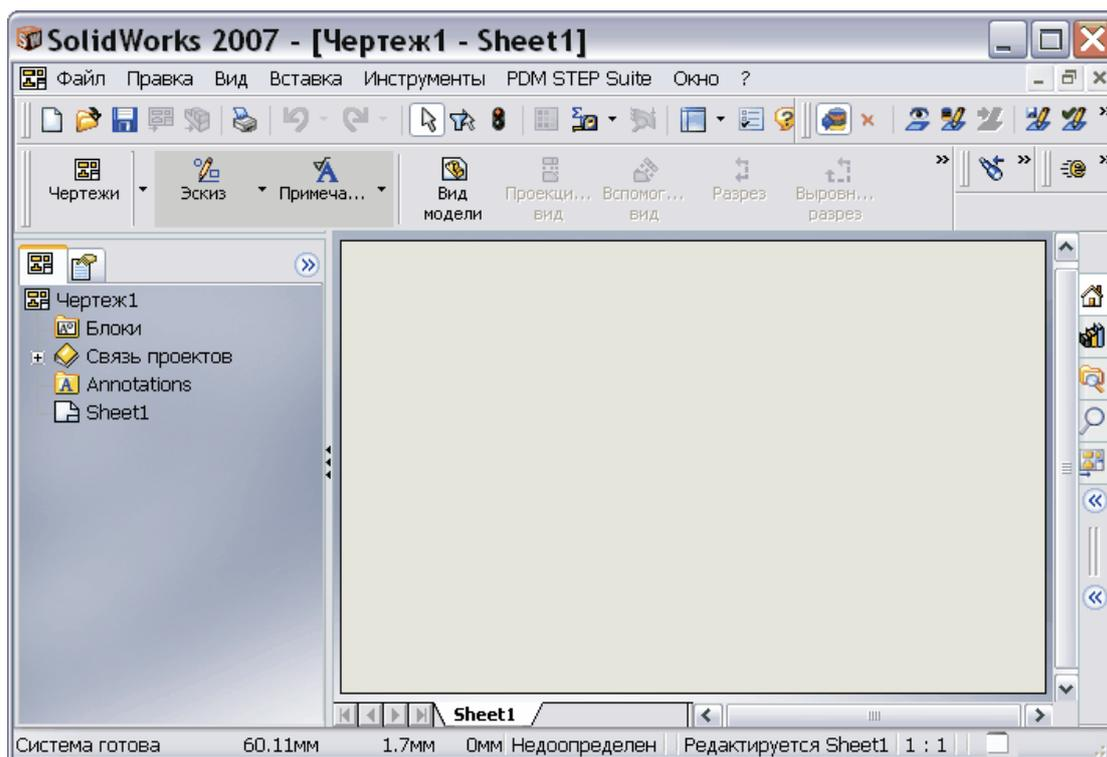

Рис. 58
1. В окне SolidWorks создайте новый файл чертежа без основной надписи (Рис. 58).